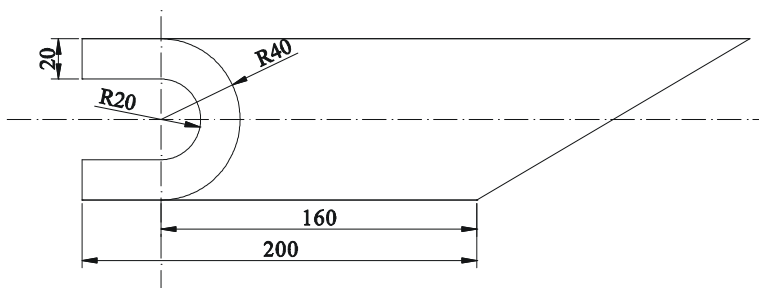

图 6-3-1
STEP 01 将当前图层设为“轮廓线”层，绘制平面及 30° 斜面部分，如图 6-3-1 所示。其具体操作如下：
使用 TRIM 命令修剪多余的线条, 效果如图 6-3-1 所示